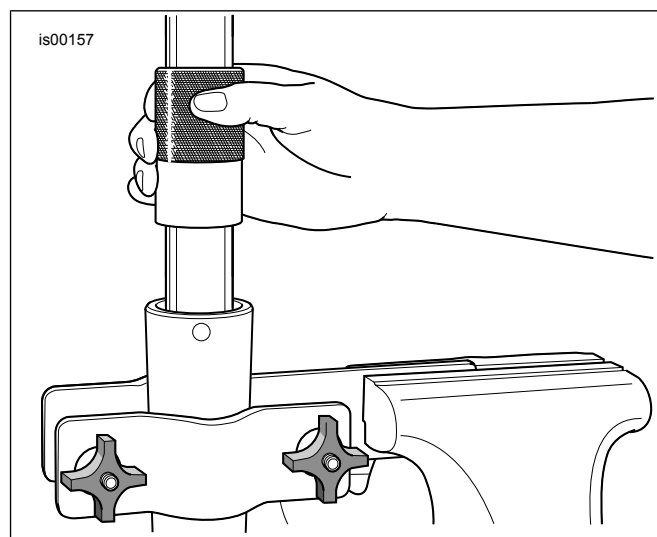

Рисунок 7. Установка сальника вилки
- Смажьте Внутренний диаметр (ID) и Наружный диаметр (OD) втулки передвигной трубки (E) чистым гидравлическим маслом.
- Задвигайте уплотнение проставки (D) вниз в трубу вилки до тех пор, пока оно не соприкоснется со втулкой передвигной трубы вилки (в любом направлении).
- Нанесите на ID сальника **новой** вилки (4) чистое гидравлическое масло.
- Рисунок 7 Возьмите инструмент для установки уплотнения/втулки вилки (HD-45305) и продолжите процедуру:
- b. Рисунок 7 С помощью инструмента типа ударный съемник задвигайте сальник вилки (вместе с уплотнением проставки и втулкой подвижной трубы пера вилки) вниз в трубу вилки до тех пор, пока паз стопорного кольца не будет виден на поверхности внутреннего диаметра подвижной трубы пера вилки.